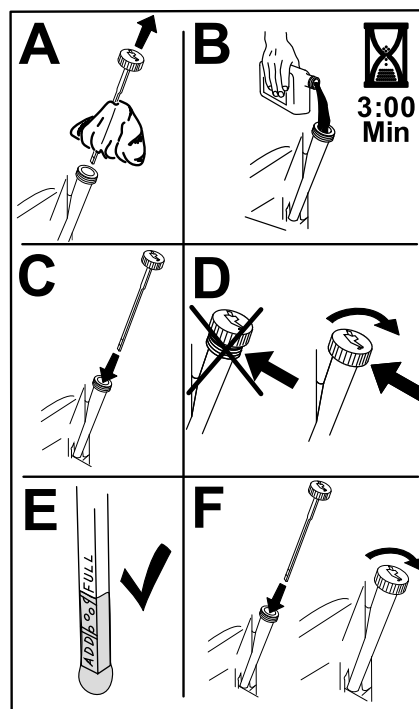

Figure 76
6. Versez lentement environ 80 % de l'huile spécifiée dans le tube de remplissage, puis faites l'appoint lentement jusqu'à ce que le niveau atteigne le repère maximum (Full) (Figure 76).